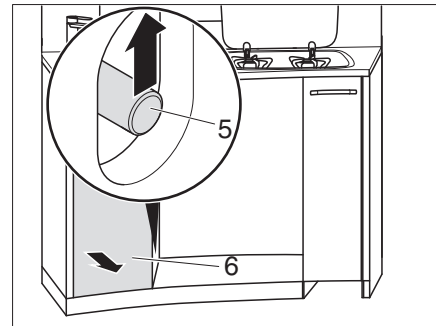

Fig. 123 Sbloccare il cassetto alto della cucina
- Introdurre una mano nell'apertura e spingere l'asta di spinta (Fig. 123,5) verso l'alto.